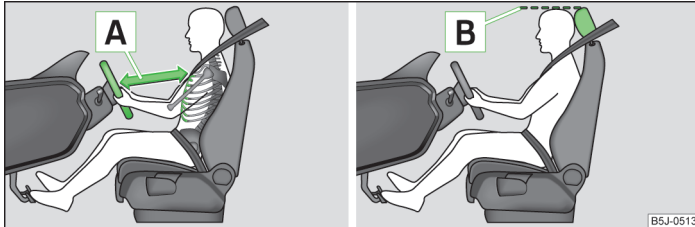

Abb. 106 Der richtige Abstand des Fahrers zum Lenkrad / richtig eingestellte Kopfstütze
- Das Lenkrad so einstellen, dass der Abstand zwischen Lenkrad und Brust ein mindestens 25 cm beträgt  » Abb. 106.
- Die Kopfstütze so einstellen, dass die Oberkante der Kopfstütze sich möglichst auf einer Höhe mit dem oberen Teil Ihres Kopfes befindet  » Abb. 106 auf Seite 130 » Seite 130.
- Die Kopfstütze so einstellen, dass die Oberkante der Kopfstütze sich möglichst auf einer Höhe mit dem oberen Teil des Kopfes befindet  » Abb. 106 auf Seite 130 » Seite 130.